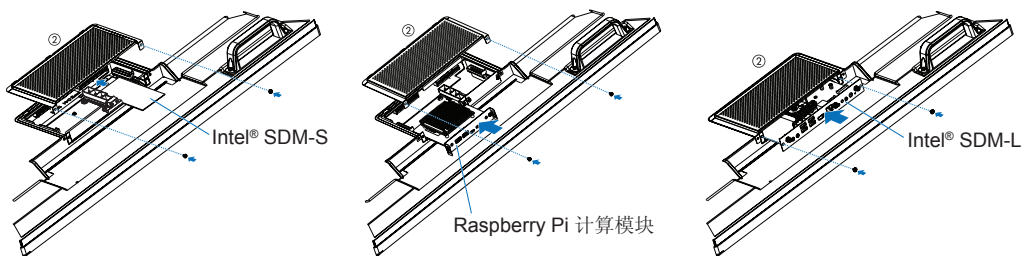

图 2
4. 用卸下的螺钉（图 2）装上随附的选件盖 ②。
5. 将选件板插入显示器，并用卸下的螺钉将其固定到位（图 2）。